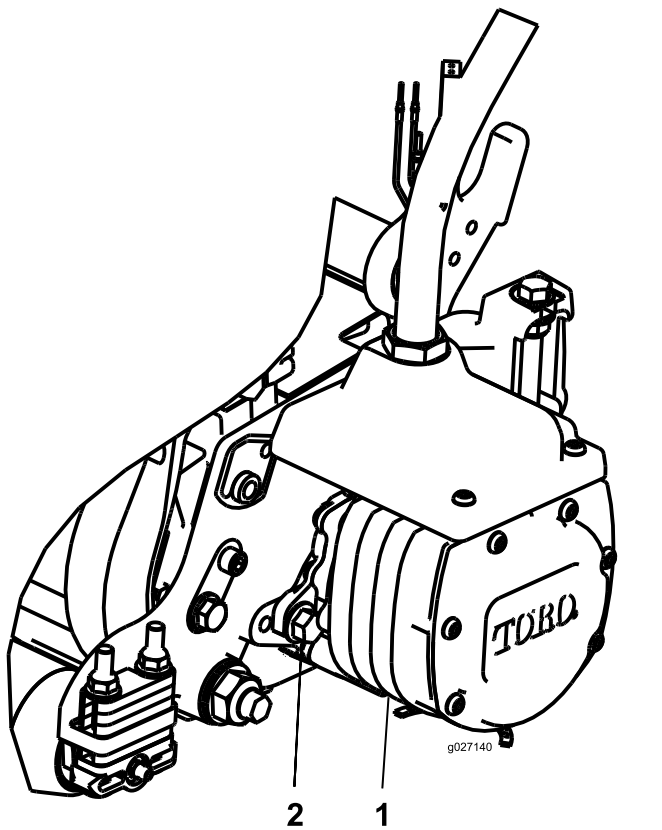

Bild 11
14. Montieren Sie den Motor; drehen Sie ihn nach rechts, damit die Motorflansche nicht die Schrauben berühren (**Bild 11**).